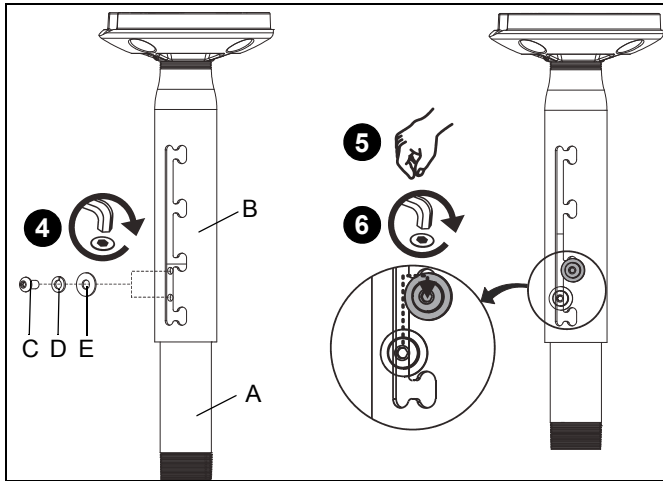

Figura 3
- Con la llave (J), pase el tornillo (C) sin ajustar a través de la arandela de presión (D), la arandela plana (E) y la columna externa (B), dentro del orificio de ajuste de la columna interna (A) (consulte la Figura 3).
- Ajuste la columna (A o B, según corresponda) a la extensión deseada, luego gírela y colóquela en la posición de bloqueo (consulte la Figura 3).
- Ajuste el tornillo (C) con la llave (J) (consulte la Figura 3).